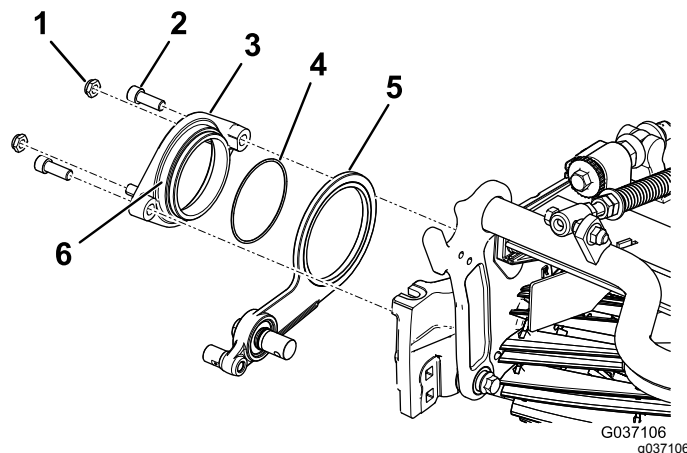

Figure 9
- Contre-écrou (3/8 po) (2)
- Boulon à tête creuse hexagonale (2)
- Fixez le moyeu de pivot sur le cylindre, par dessus l'ensemble tendeur, à l'aide de 2 boulons à tête creuse hexagonale (Figure 9).
- Serrez légèrement les 2 contre-écrous sur le moyeu de pivot (Figure 9).
- Appliquez du produit antigrippant sur le diamètre extérieur du moyeu de pivot (Figure 9).